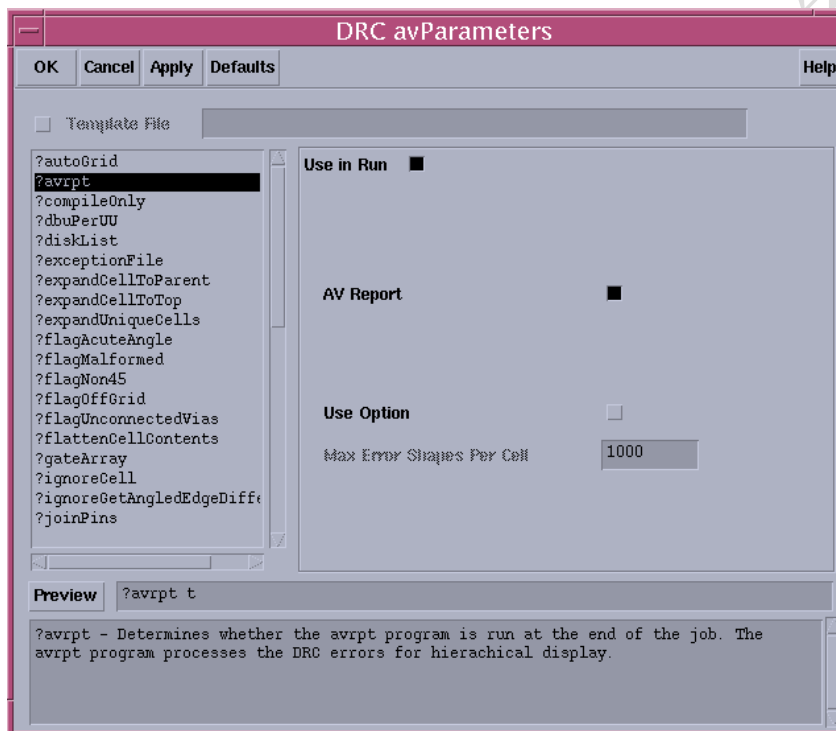

图 7.3 DRC 参数设置窗口
①于 Virtuoso 窗口中，Assura-> Run DRC，弹出 Run Assura DRC 窗口。点击“Modify avParameters”按钮，弹出如图 7.3 所示的 DRC 参数设置窗口。
①在隐藏掉一些错误后, 于 ELW 窗口, File->Save As, 会弹出保存对话框, 将其中的 SingOff Error File 中的文件名改为: buf_waived.evd, 然后点击 OK 保存。
②于 Virtuoso 窗口中, Assura->Close Run, 关掉当前运行的 DRC。
③于 Virtuoso 窗口中, Assura-> Run DRC, 弹出 Run Assura DRC 窗口。点击 “Modify avParameters” 按钮, 弹出如图 7.3 所示的 DRC 参数设置窗口。
④选中?exceptionFile, 再选中 Use in Run, 然后点击 “...” 按钮, 选择前边保存的 buf_waived.evd 文件(在 DRC 目录下)。点击 OK 确定。
⑤点击 OK 开始运行 DRC。